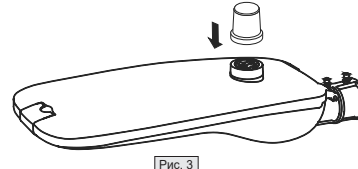

Рис. 3
- Для светильников с управлением по протоколам 1-10V, DALI и PLC возможно установить контроллер для управления освещением согласно его монтажной инструкции (Рис. 3). Не входит в комплект поставки.